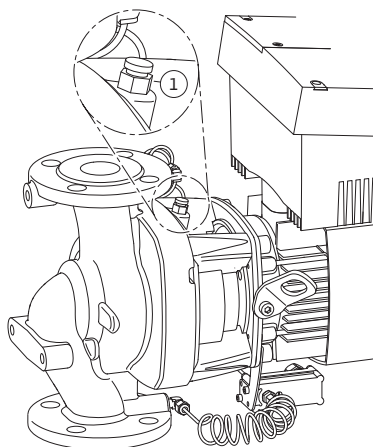

Fig. 41: Vanne de purge
- Purger la pompe en ouvrant les vannes de purge (fig. 41, pos. 1). Le fonctionnement à sec détruit la garniture mécanique de la pompe. Le capteur de pression différentielle ne doit pas être purgé (risque de destruction).